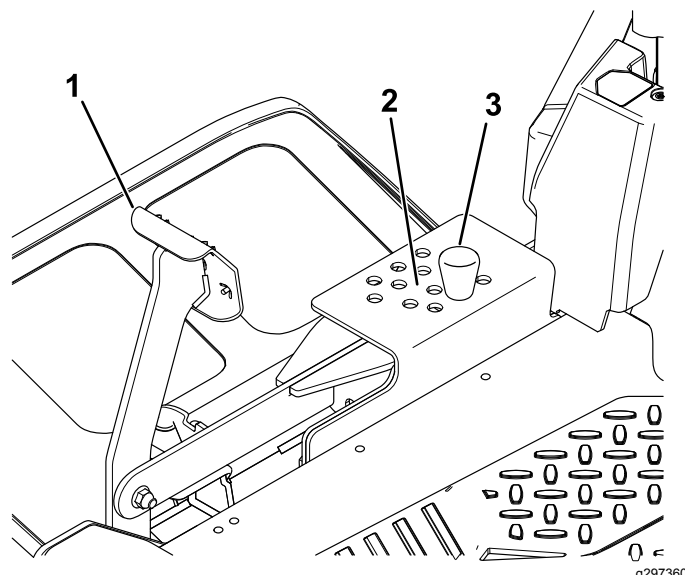

Figura 25
2. Para ajustar la altura de corte, retire el pasador del soporte de altura de corte (Figura 25).
3. Seleccione el taladro del sistema de altura de corte que corresponde a la altura de corte deseada, e inserte el pasador (Figura 25).